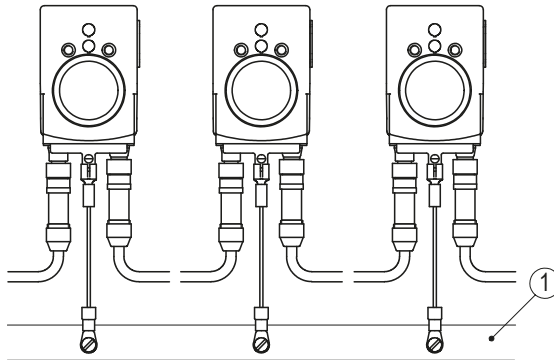

Abb. 5: PE-Schiene
Zum Schutz vor Störungen müssen die Schirme der Signalleitungen und Netzleitung beidseitig angeschlossen werden. Potentialunterschiede führen zu unzulässigen Strömen auf dem Schirm. Den PE Anschluss ③ zwischen den Anschlusssteckern auf das Schutzleiterpotential legen (siehe Abb. 4). Verwenden Sie dazu 6.3 mm Flachstecker oder Kabelschuh mit kurzer Litze 2.5 ... 4 mm² (nicht im Lieferumfang). Bei mehreren Sollwertanzeigen wird empfohlen die Erdung auf eine PE-Schiene ① anzuschließen (siehe Abb. 5).